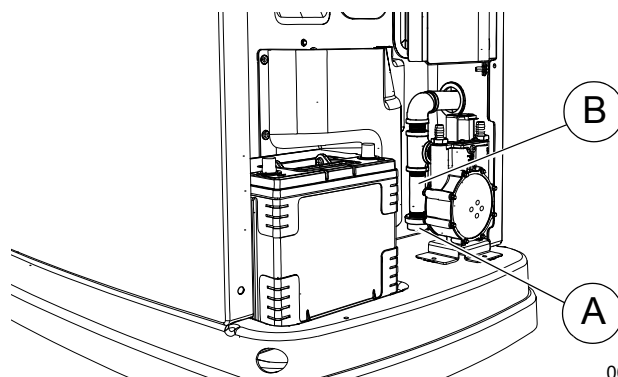

Figura 4-11. Limpieza del colector de sedimentos
3. Vea Figura 4-11. Desenrosque y retire la tapa (A).